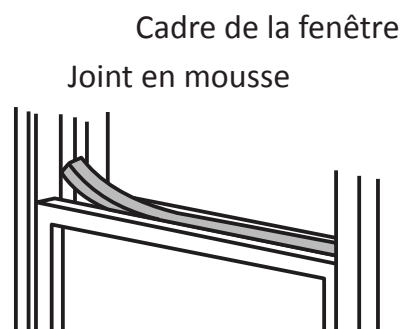

Fig.11
5. Coupez le joint en mousse à la longueur appropriée puis fermez hermétiquement l'espace ouvert entre les châssis supérieur et extérieur de la fenêtre. Voir Fig.11